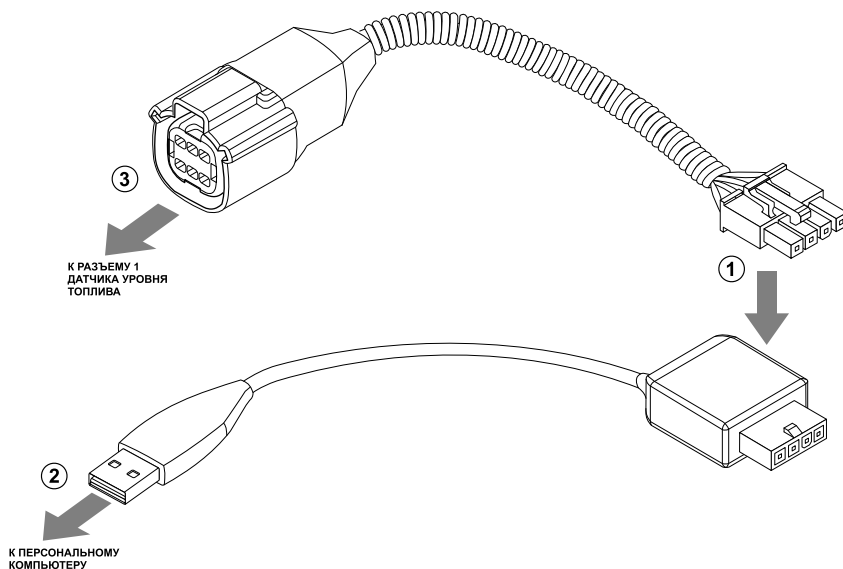

Рис.6. Подключение датчика к ПК.
Подключение датчика к ПК осуществляется с помощью преобразователя интерфейсов USB-RS485 «TKLS-Prog-485» и переходного кабеля (см. рис.6).
- подключить четырехконтактный разъем преобразователя «TKLS-Prog-485» к четырехконтактному разъему переходного кабеля (рис.6, п.1);
- подключить USB разъем преобразователя к ПК (рис.6, п.2);
- подключить другой конец переходного кабеля к Разъему 1 датчика уровня топлива (рис.6, п.3).